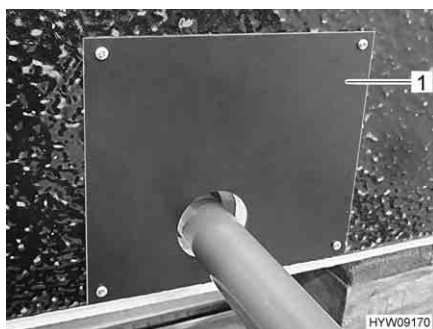

Fig. 175 Copertura (vano del serbatoio delle acque grigie)
- Rimuovere la copertura (Fig. 175,1) del serbatoio delle acque grigie.
- Posizionare la copertura (Fig. 175,1).